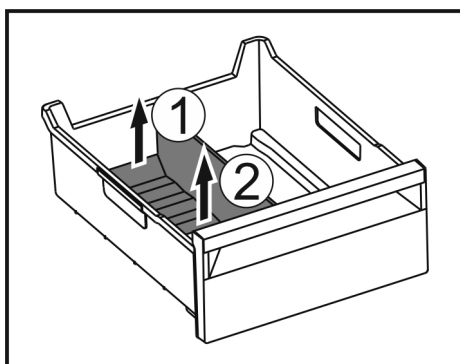

Fig. 183
- Dvignite zadnji del pregrade predala za led. Fig. 183 (1)
- Pregrado predala za led odstranite navzgor. Fig. 183 (2)